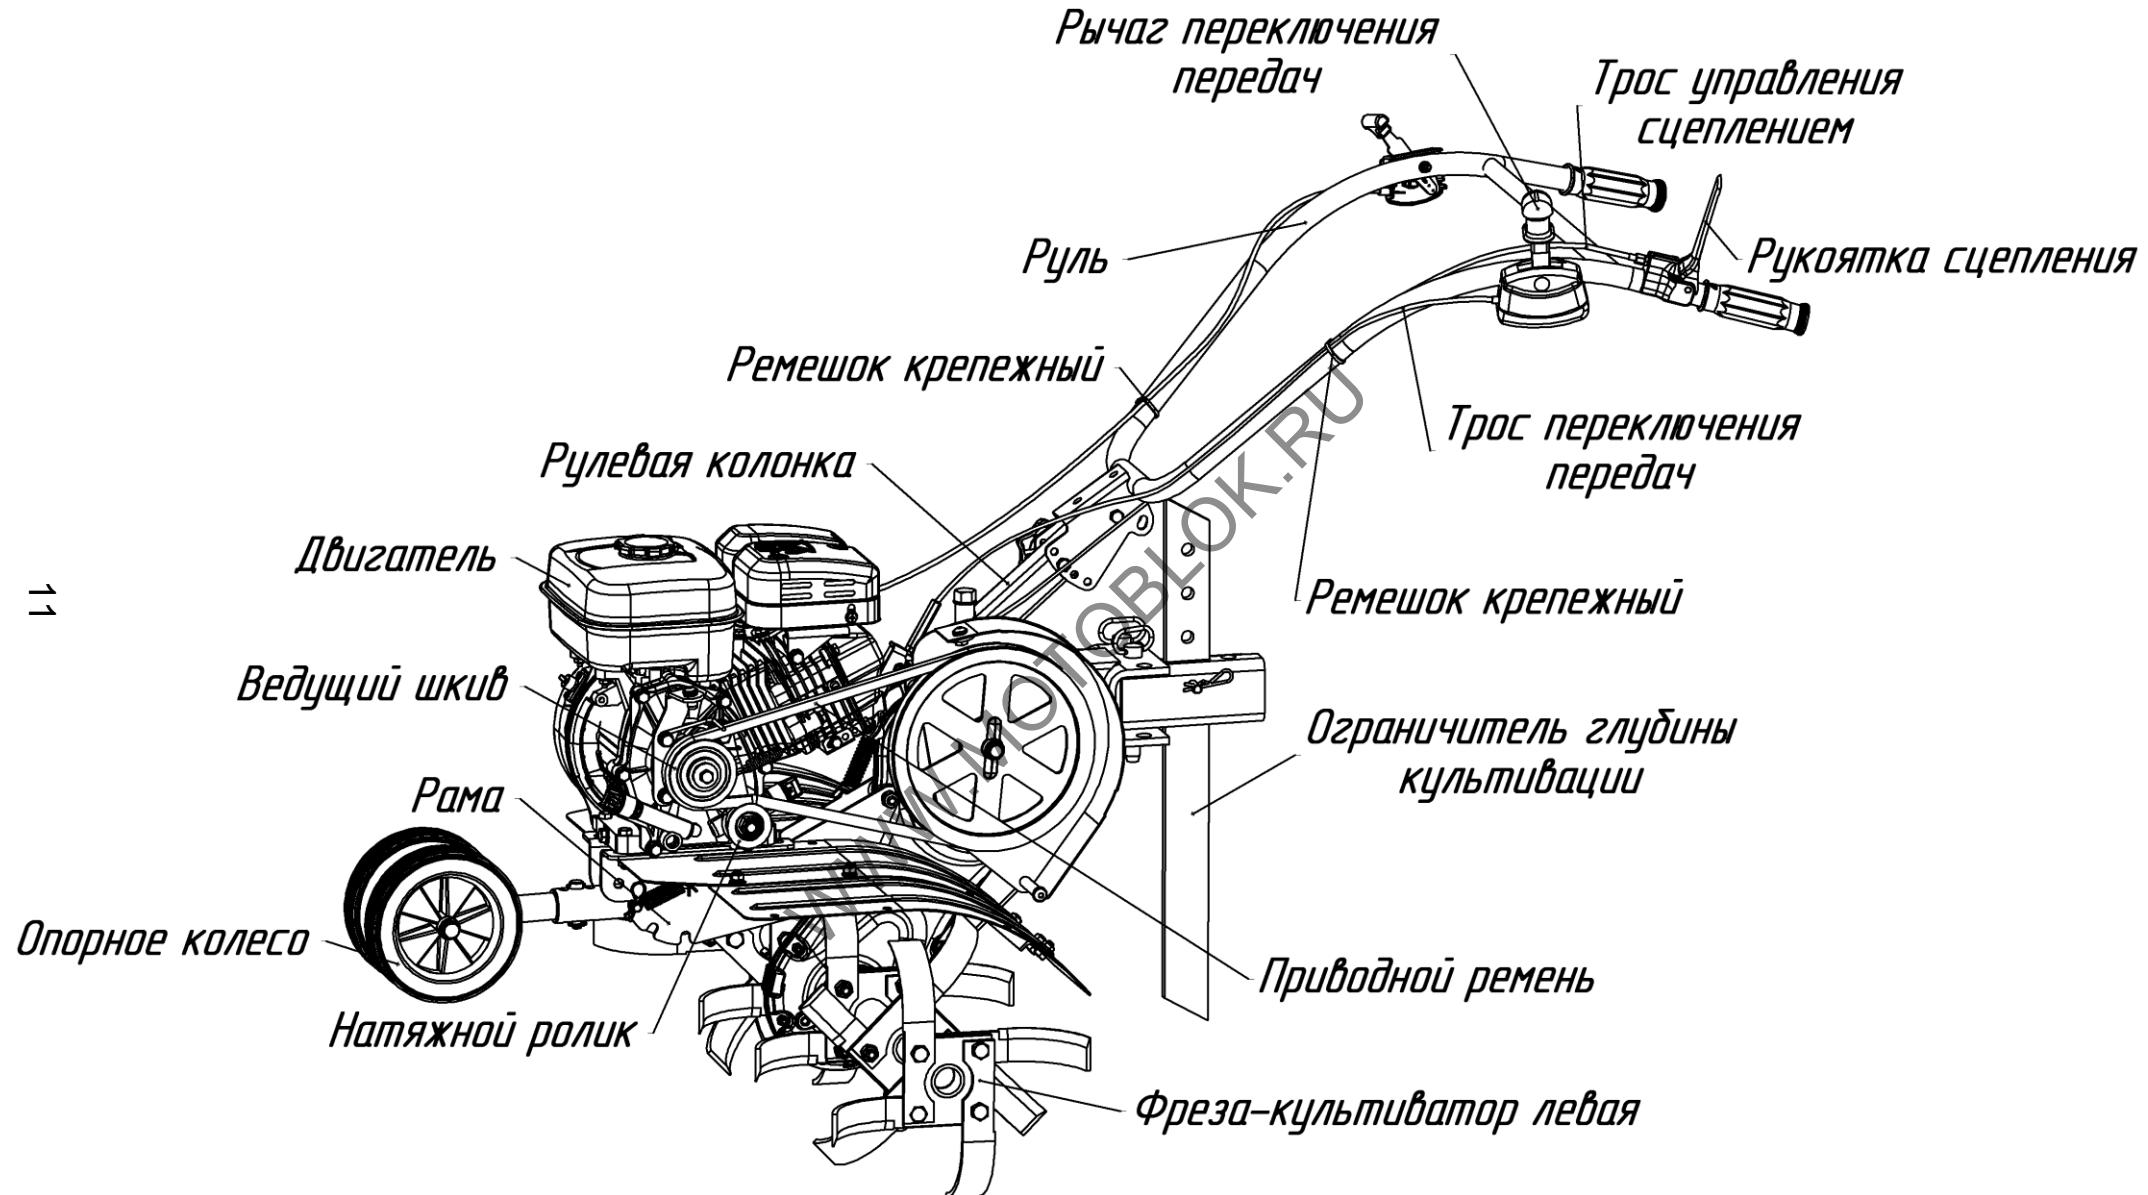

Рис.2 Мотокультиватор МК200. Общий вид (вид слева, защитный кожух снят)
**Рычаг переключения передач** (рис.2, 5) – расположен на левой рукоятке руля.
Переключение передач производится перемещением рычага на руле (рис.2): две передачи вперед (1 и 2), одна – задний ход (R), промежуточные положения – нейтральные (N).
**Рукоятка сцепления** (рис.2, 6) – расположена на левой рукоятке руля, предназначена для включения/выключения сцепления.